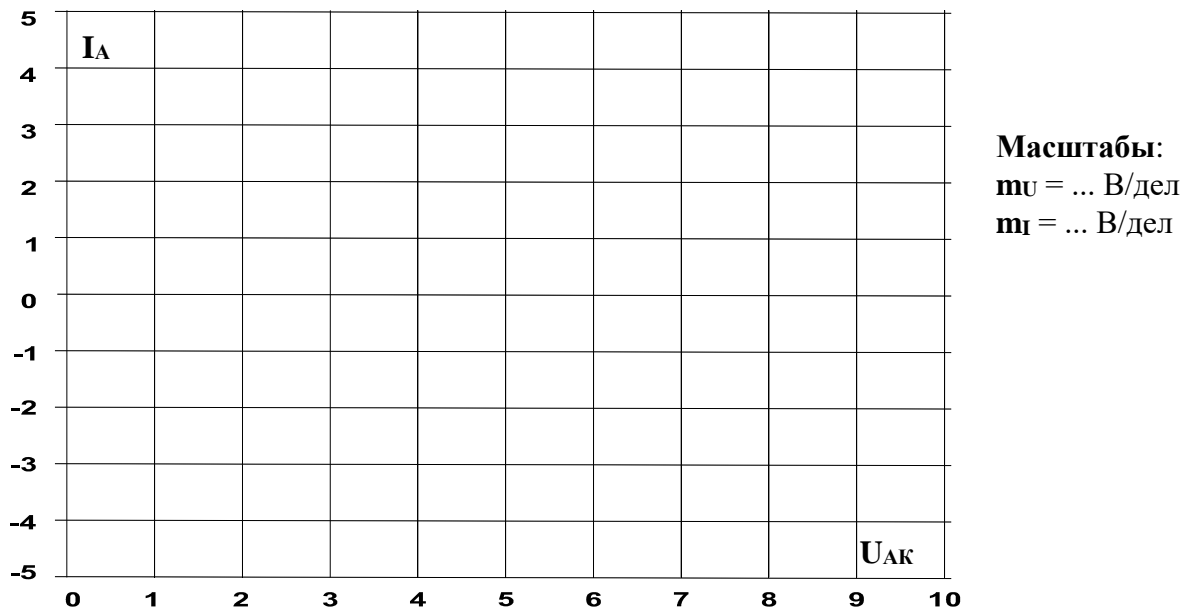

Рис. 6.2.5
- Включите режим XY осциллографа (канал V0 по входу X и канал A1 по входу Y), получите на экране изображение вольтамперной характеристики $I_A(U_{ак})$. Проследите за ее изменением при увеличении и уменьшении тока управления и перерисуйте на график (рис. 6.2.5) при $I_y > I_{отп}$ и $I_y < I_{отп}$. Не забудьте указать масштабы.